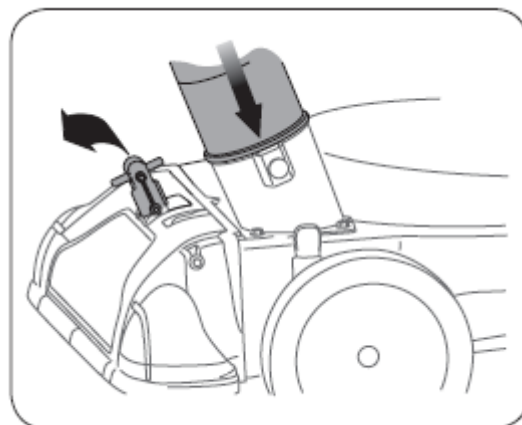

Figure 15
1. 1. Установите рычаг насадки/шланга пылесоса в нижнее положение. Смотрите рисунок 15.